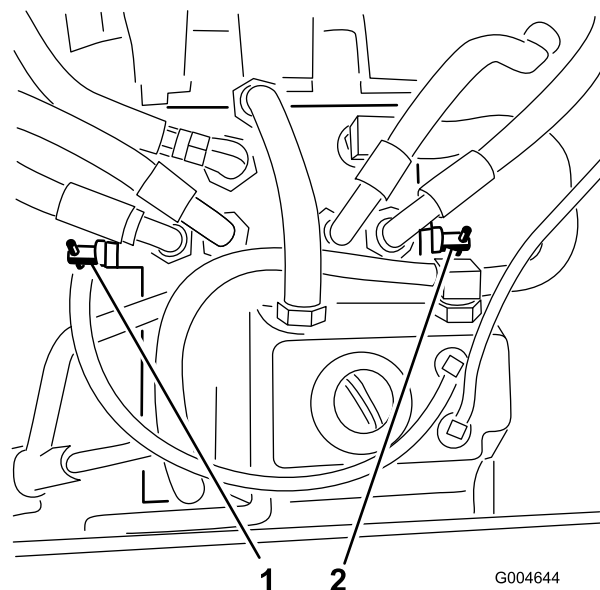

Figure 28
3. Tournez chaque vanne de dérivation d'un tour dans le sens antihoraire (Figure 28).
Tournez chaque vanne de dérivation d'un tour dans le sens horaire et serrez-les à la main (Figure 28).